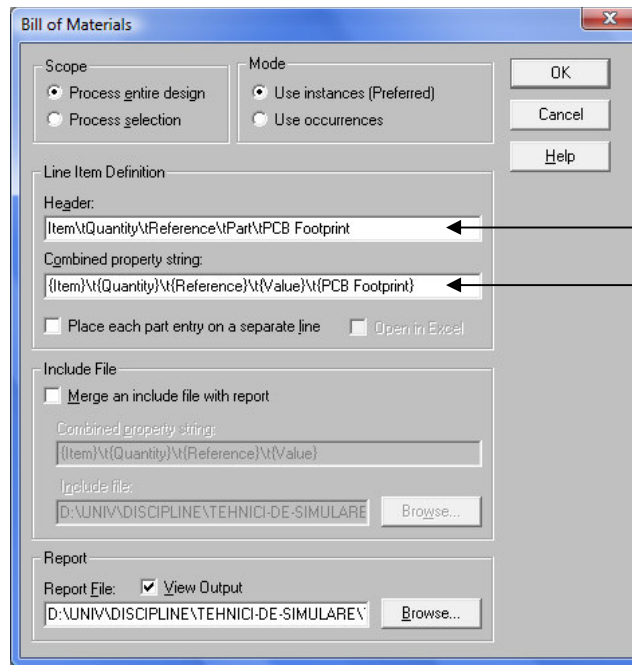

Fig. 18.
- Clic pe  (**Bill of Materials**) sau din meniul **Tools - Bill of Materials** (fig. 18)